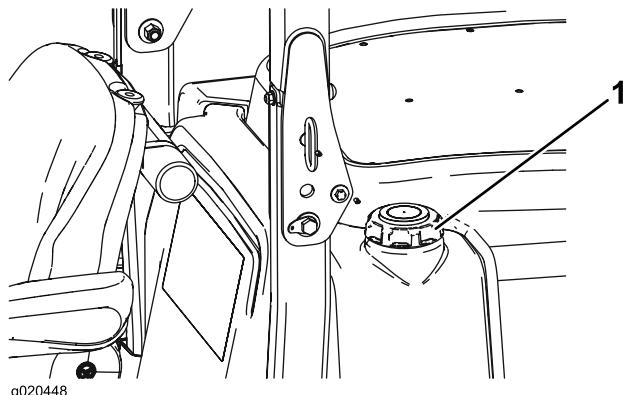

Figura 10
3. Retire el tapón del depósito de combustible (Figura 10).